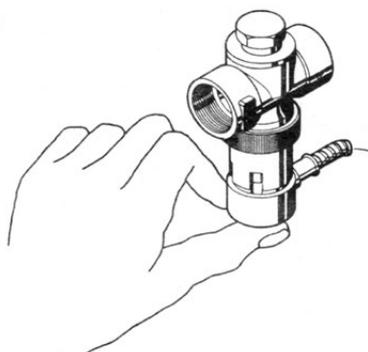

Fig. 41 Dispositivo di scarico di termoprotezione
- Premere il cappuccio rosso contro la valvola (Fig. 41) > l'acqua deve fuoriuscire nell'imbuto.